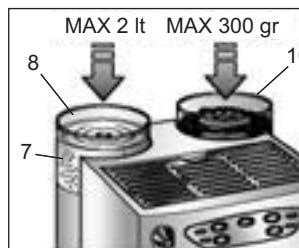

Fig. 3
Avvitare completamente (senza forzare in modo eccessivo) il dispositivo maxi-cappuccino (5a) sul tubo vapore/acqua calda (5). Togliere il coperchio (10) Fig. 3, riempire il contenitore con il caffè in grani (300 gr. circa) e quindi rimettere il coperchio.
Estrarre il serbatoio acqua (7) Fig. 3, dalla macchina e, dopo aver tolto il coperchio (8), riempirlo con acqua fredda (2 l circa). Una valvola sul fondo impedisce la fuoriuscita dell'acqua.